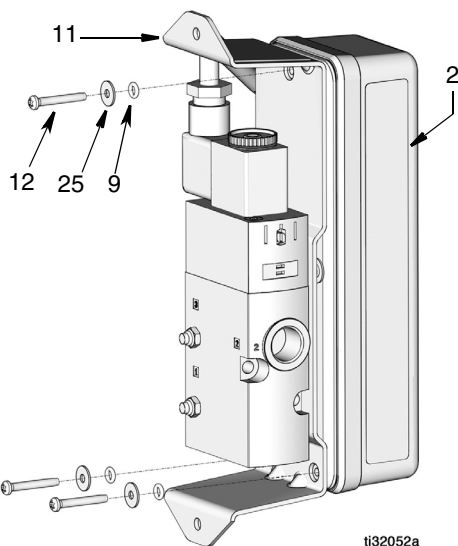

Fig. 2
3. Déposer les trois vis (12), les rondelles (25) et les joints toriques (9) qui tiennent le support de la PAC (11) contre le boîtier (2) (Fig. 2).